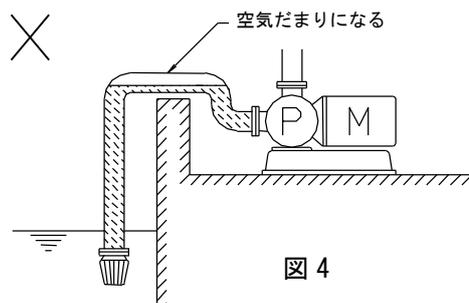

図4
- (d) 吸込管は、図4のように配管の途中に空気だまりになる凸部を作らないようにしてください。空気だまりのために揚水できなかつたり、空運転になってポンプ内しゅう動部を焼きつかせる恐れがあります。